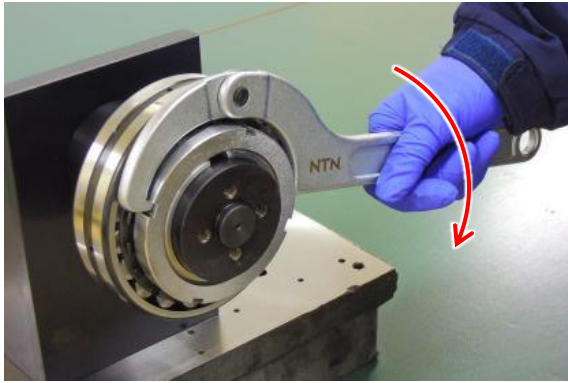

図 5.3 軸受ナットの締付け
② 柄の部分をしっかり握り、右回りにゆっくりと力をかけ、軸受ナットを締付けます(図 5.3)。